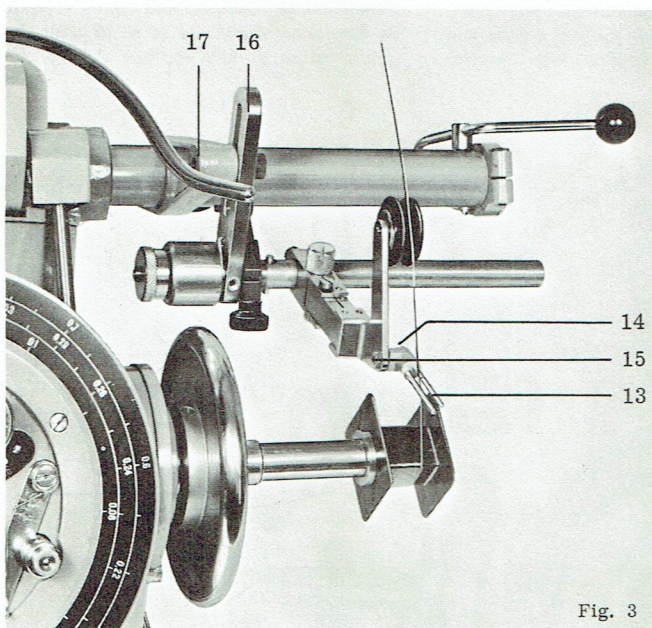
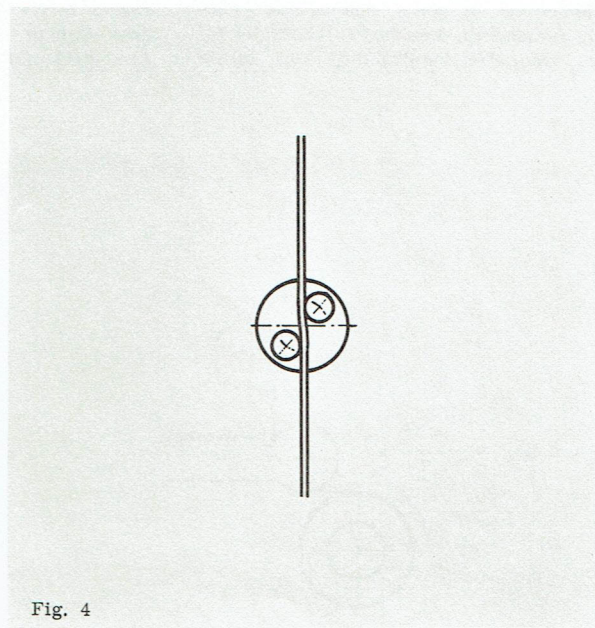

Fig. 3
Fig. 4
Zum Wickeln von Rechteckspulen (Fig. 3) wird meist die Führungsgabel (13) verwendet, wobei der Draht über die Fangrolle (2) und durch die Führungsgabel, oder direkt durch die Führungsgabel zur Spule geführt wird. Die Rändelmutter (6) muss dabei ganz angezogen sein. Die Führungsgabel kann je nach Drahtdicke um ihre Längsachse verdreht werden. Mit den beiden Muttern (14+15) wird sie in der gewünschten Stellung fixiert. Beim Durchlaufen der Gabelzinken soll der Draht nur etwas verformt werden (siehe Fig. 4).
Le bras (16) peut être monté à gauche ou à droite du support (17). La fourchette-guide (13) est généralement utilisée pour la confection de bobines à section rectangulaire. (voir fig. 3). Le fil doit alors passer sur le galet (2), puis à travers la fourchette ou directement à travers la fourchette, pour atteindre la bobine. Visser à fond l'écrou molleté (6). La fourchette-guide peut être adaptée à l'épaisseur du fil par rotation autour de son axe longitudinal. Les deux écrous (14) et (15) permettent de la fixer dans la position désirée. Le fil ne doit être que légèrement déformé en traversant la fourchette (voir fig. 4).
When rectangular coils are being wound (Fig. 3), it is usual to use the guide fork (13); the wire is then carried over the receiving roller (2) and through the guide fork, or directly through the guide fork to the coil. In this case, the knurled nut (6) has to be tightened completely. The guide fork can be rotated around its longitudinal axis to accommodate varying wire sizes. The guide fork is fixed in the desired position by means of the two nuts (14 + 15). When passing between the teeth of the fork, the wire should be subjected only to very little deformation (see Fig. 4)